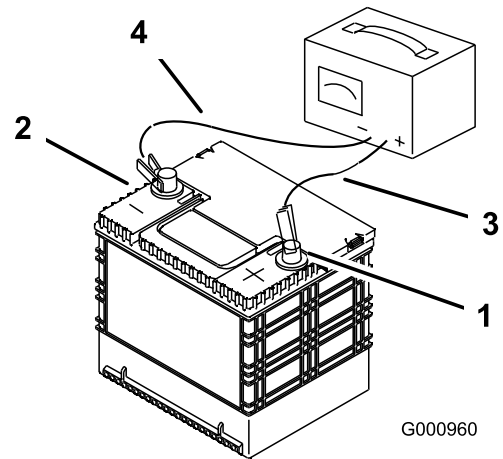

Bild 74
2. Wenn die Batterie ganz aufgeladen ist, ziehen Sie den Stecker des Ladegeräts aus der Dose. Klemmen Sie dann die Klemmen des Ladegeräts von den Batteriepolen ab (Bild 74).